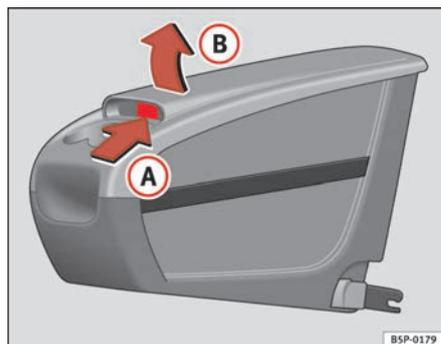

Fig. 113 Portaobjetos móvil. Apertura
- Levante la tapa **(B)**, por la zona **(A)** ⇒ fig. 113.